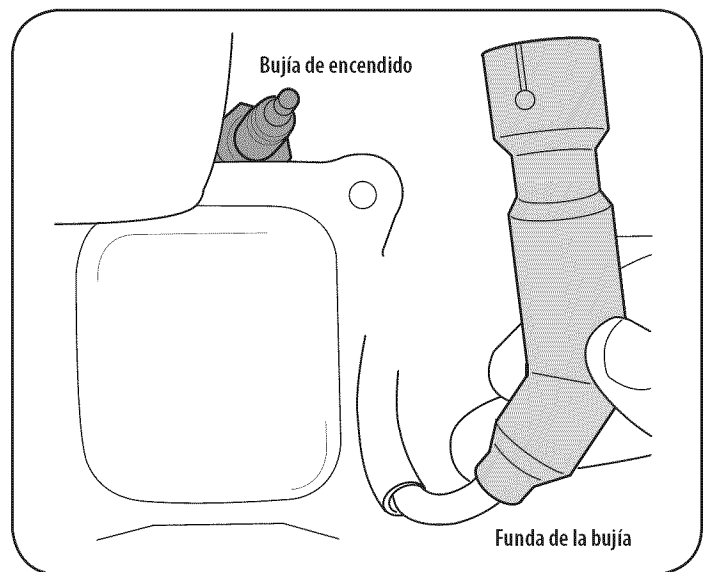

Figura 21
1. Retire la funda de la bujía y utilice una llave para bujías para extraerla. Vea la Figura 21.